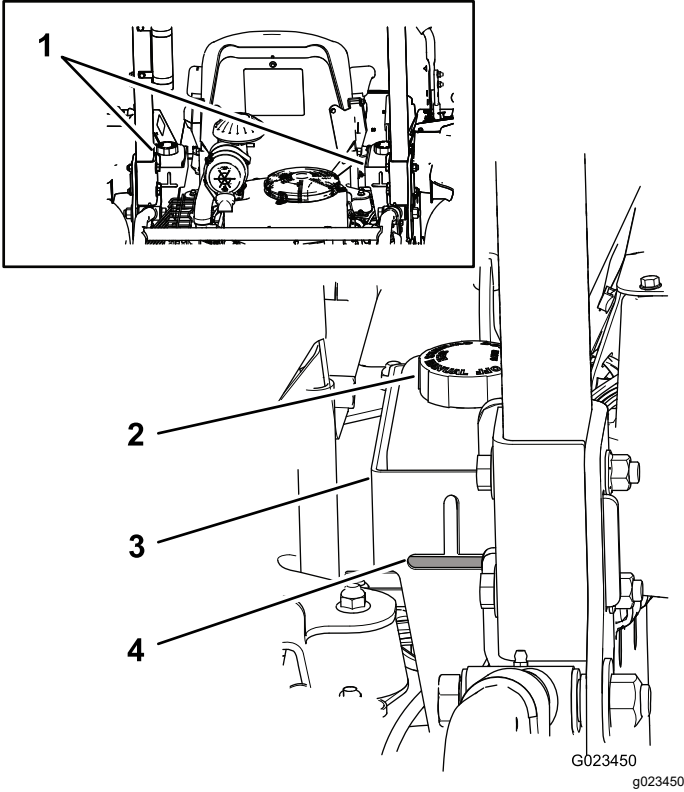

Figura 68
horizontal de la mirilla, situada en la parte trasera de los depósitos hidráulicos (Figura 68), añada fluido hasta que llegue a un nivel aceptable. **No llene demasiado los depósitos.** Si el nivel del fluido está en la parte superior de la zona horizontal de la mirilla, no es necesario añadir más fluido. El fluido de recambio recomendado es:
Nota: El nivel de fluido debe llegar a la parte inferior de cada orificio, como se muestra en la Figura 68.
- A. Limpie la zona alrededor de los tapones de los depósitos de fluido para evitar que entren residuos en el sistema (Figura 68).